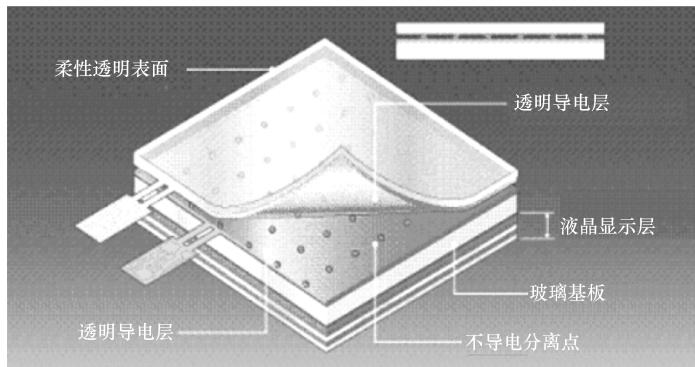

图 4-42 电阻式触摸屏的结构原理图
1) 电阻式触摸屏。它是一种历史最早、使用最多的触摸屏，而且结构原理也极为简单。如图 4-42 所示，电阻式触摸屏的屏体部分是一块与液晶显示器表面相匹配的多层复合薄膜，由一层玻璃或有机玻璃作为基板，表面涂有一层透明的导电层 ITO（氧化铟，弱导电体）；上面再盖有一层外表面硬化处理、光滑防刮的塑料柔性透明层，它的内表面也涂有一层透明导电层 ITO。这两层透明导电层分别对应 X、Y 轴，并且在它们之间用细微透明的绝缘颗粒（小于 1/1000in）隔开绝缘。